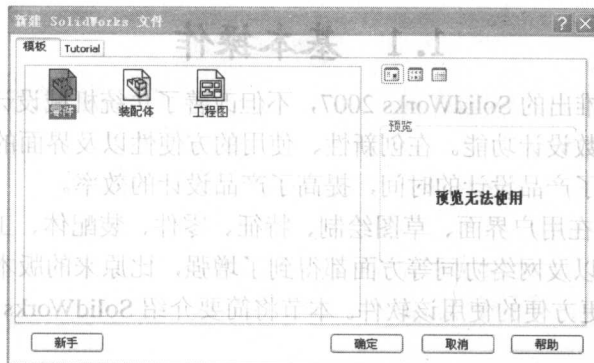
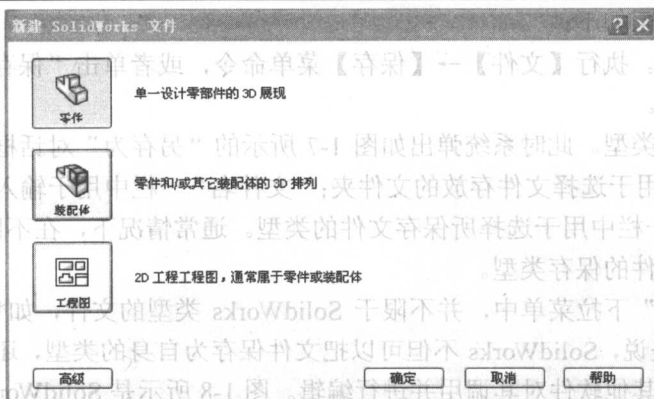

图 1-3 “新建 SolidWorks 文件”对话框
图 1-4 新手版本“新建 SolidWorks 文件”对话框
(1) 执行命令。执行【文件】→【新建】菜单命令，或者单击“标准”工具栏中的“新建”图标按钮，执行新建文件命令。
(2) 选择文件类型。此时系统弹出如图 1-3 所示的“新建 SolidWorks 文件”对话框。在该对话框中有零件、装配体及工程图 3 个图标。单击对话框中需要创建文件类型的图标，然后单击“确定”按钮，就可以建立相应类型的文件。
高级版本在各个标签上显示模板图标的对话框，当您选择某一文件类型时，模板预览出现在预览框中。在该版本中，用户可以保存模板添加自己的标签，也可以选择 tutorial 标签来访问指导教程模板，如图 1-3 所示。
单击图 1-3 中的“新手”按钮就会进入新手版本显示模式，如图 1-4 所示。该版本中使用较简单的对话框，提供零件、装配体和工程图文档的说明。